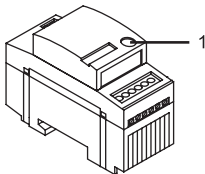

Рис. 5
Нижеследующие функции светорегулировки активируются через различное время срабатывания функциональной кнопки (см. рис. 5).
- Задать требуемое значение яркости с помощью вращающегося колесика или кнопки. Потом коротко нажать функциональную кнопку (рис. 5).